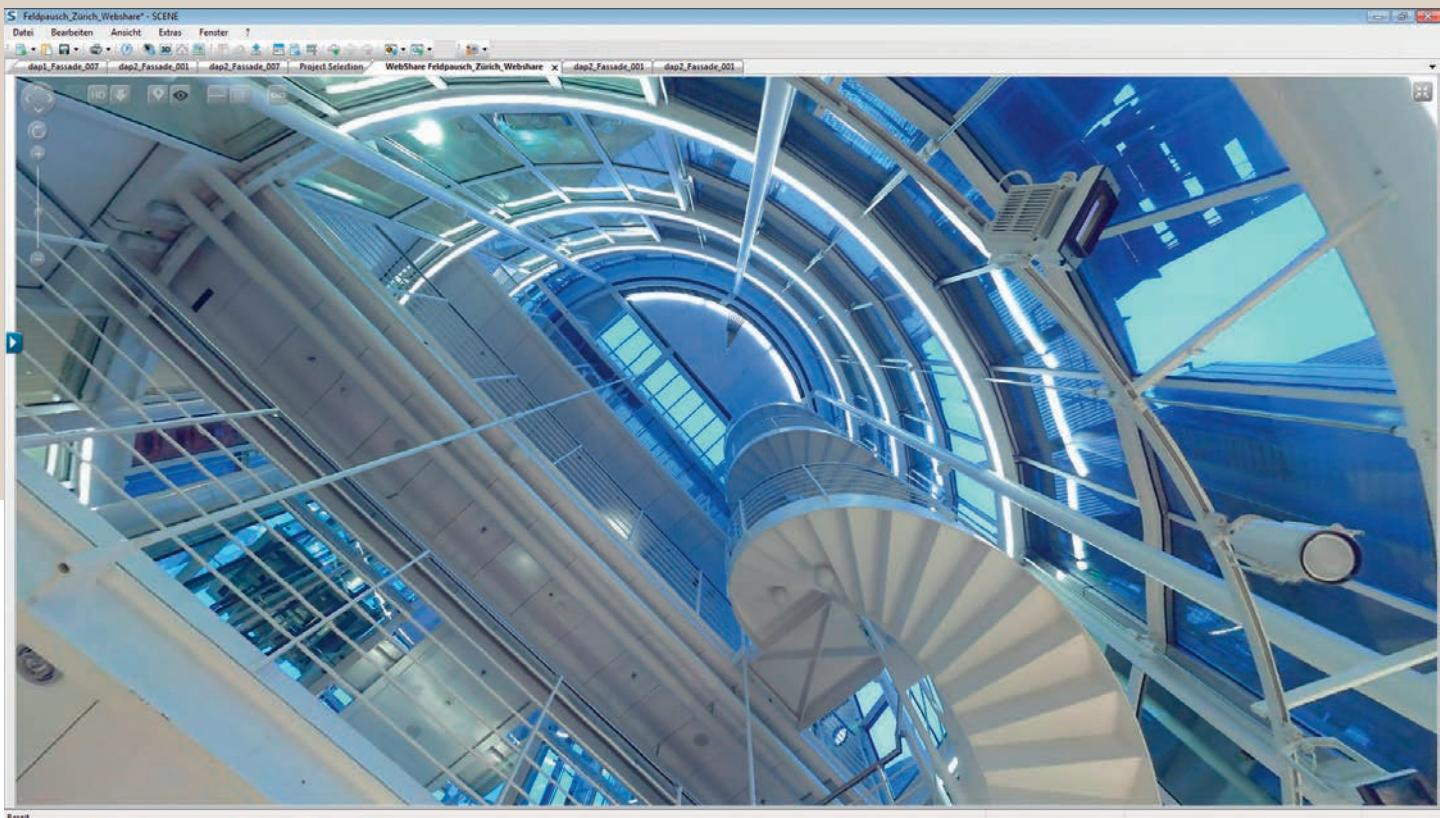

Bild 1: Ein beeindruckendes Bauwerk: der 23 m hohe Glasturm mit seinen 10 m Durchmesser.
**Die Vermessung mit Hilfe von 3D-Laserscannern** wurde in den letzten Jahren immer wirtschaftlicher. In der Architektur schon länger im Einsatz drängt diese Technik nun auch in den Stahl- und Metallbau. Vor allem wenn die Massaufnahme der bestehenden Bausituation zu schwierig erscheint, ist der Einsatz von Laserscannern sinnvoll. Ein typisches Beispiel dafür waren die Planungsarbeiten für den Umbau und die Modernisierung des Modehauses PKZ-Women in Zürich, zuvor unter dem Namen «Feldpausch» bekannt. Eine neue, repräsentative Wendeltreppe im zentral gelegenen Glasturm stellte die Metallbauer vor eine interessante Aufgabe. Wie vermisst man einen 23 m hohen Glasturm mit 10 m Durchmesser, ohne den Verkaufsbetrieb zu stören? (Siehe Bild 1)